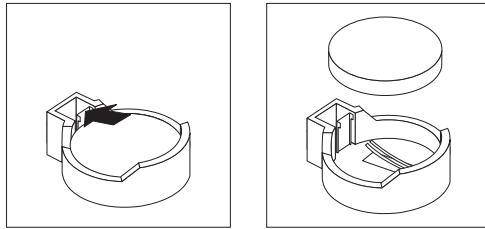

図 50. バッテリーの解放
- a. 130 ページの図 50 に示されるように、指でバッテリー・クリップの上部を、バッテリーから離れる方向に押して、バッテリーをソケットから上に向かって解放します。